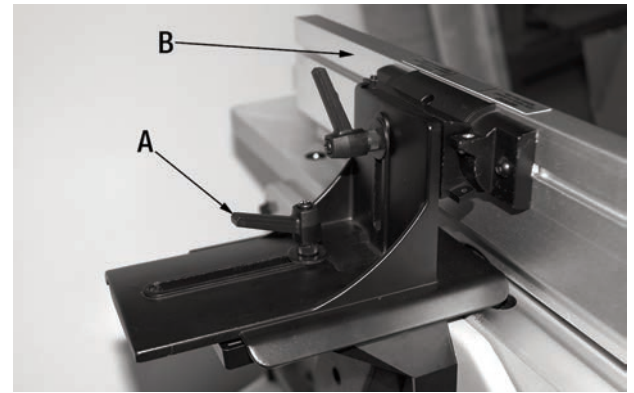

FIGURE 8
- 1) Desserrez la poignée de verrouillage (A) Fig.8 en la tournant dans le sens anti-horaire.
- 2) Glissez le guide (B) à la position désirée sur la table.